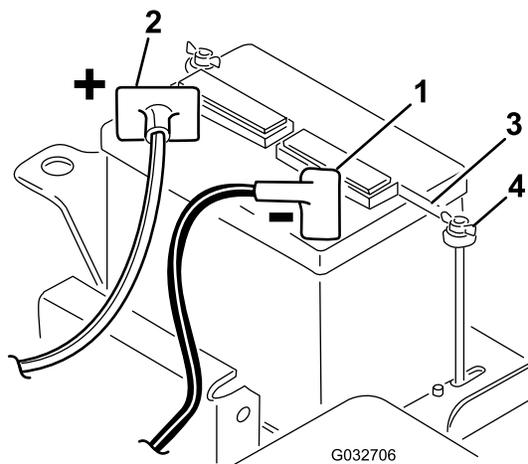

Figura 5
2. Conecte el cable positivo de la batería (rojo) desde el solenoide del motor de arranque al borne positivo (+) de la batería (Figura 5). Asegúrelo con un perno de cuello cuadrado y una tuerca.
5. Instale la abrazadera de la batería y las arandelas, y asegúrelas con tuercas de orejeta (Figura 5).